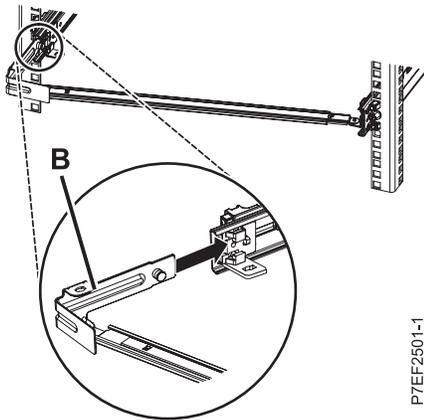

Figura 14. Tendido de la patilla e instalación de la abrazadera en el riel deslizante
3. Para conectar el otro lado del brazo de soporte a la parte posterior del riel deslizante, deslice la pieza de sujeción (**B**) en el riel deslizante izquierdo hasta que el pestillo accionado por resorte quede fijado, como se muestra en la Figura 14 en la página 12.